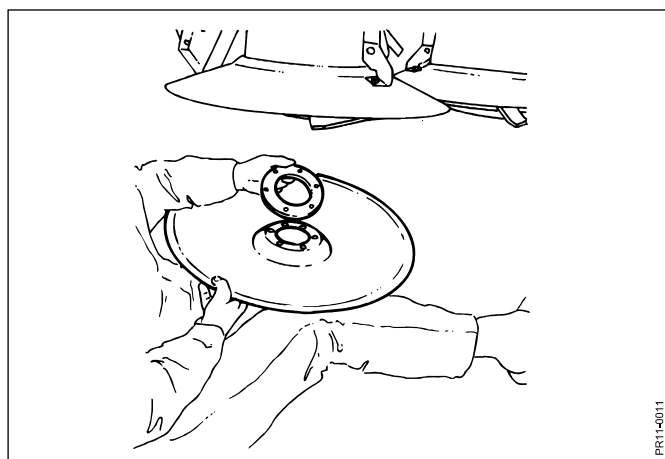

Fig. 3-10
- Fig. 3-10** Højere snit opnås ved montage af de medleverede afstandsskiver ved slæbesko (værktøjspakken).